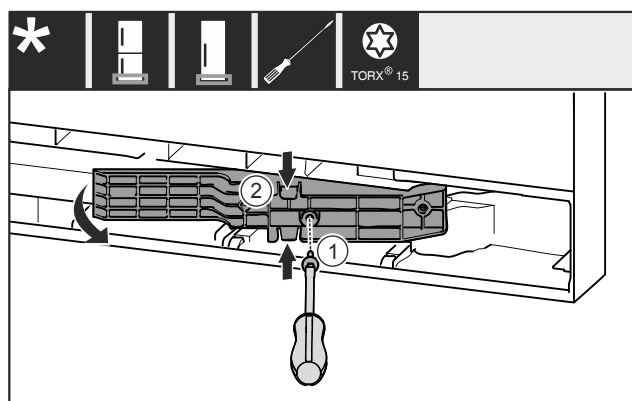

Fig. 22 \*
- Rimuovere la vite Fig. 22 (1)\*
- Comprimere leggermente l'adattatore Fig. 22 (2) in alto e in basso ed estrarlo.\*